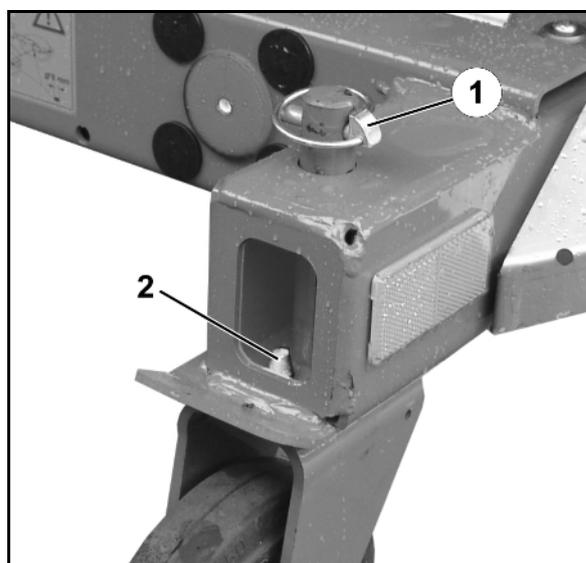

図 39
6. 後側の固定型ブレーキホイール (図 39) を
- 取り付け、リンチピン (図 39/1) で固定します。
固定ローラーの取り付け時には、ピン (図 39/2) がフレームの穴に入り、ローラーを縦方向で保持するようにしてください。